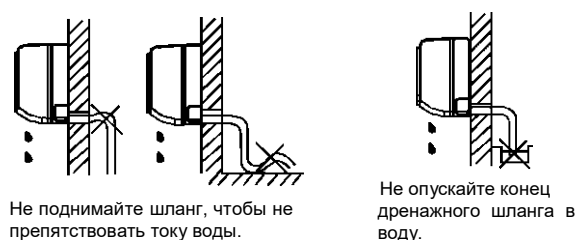

Рис.11
1. Дренажный шланг необходимо выводить с уклоном вниз. Запрещено устанавливать дренажный шланг так, как показано на рис. 11.